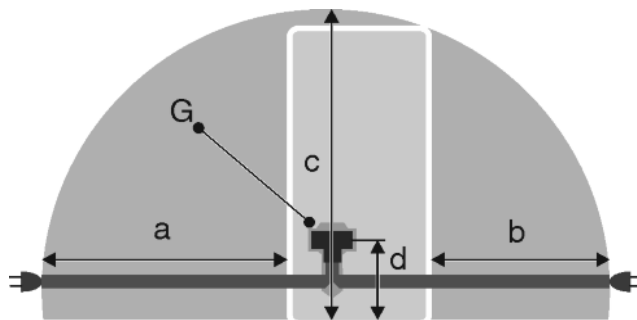

Fig. 25
- A konnektor a készülék hátoldali területén kívül helyezkedik el a megadott tartományban. Fig. 25 (a, b, c)
- Dugja be a csatlakozót Fig. 25 (G) a készülék hátoldalába. Figyeljen a megfelelő bekattanásra.